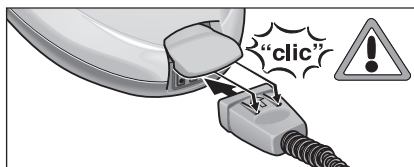

Fig. 1 : branchement du bloc connecteur
- Enfoncez à fond le bloc connecteur (C7) dans la prise femelle (A1). Les deux saillies du bloc connecteur doivent s'enclencher sur le couvercle de la prise femelle (voir fig.1).